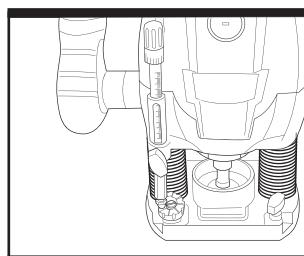

Fig. 7
5. AJUSTE DE PRECISIÓN PARA LA PROFUNDIDAD DE CORTE (Fig. 7)